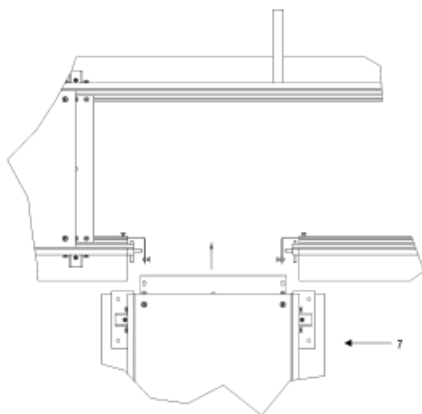

Рис. 3
- Вставьте вторую секцию (4) в OVGHV, как показано на рис. 3